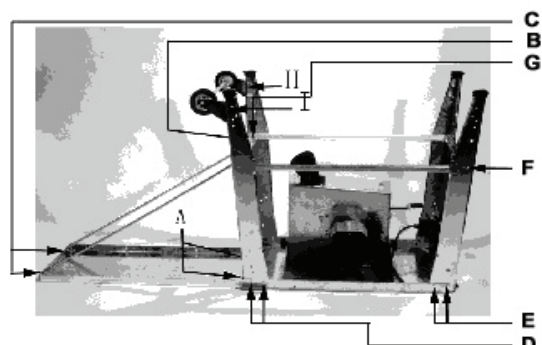

Fig. 12
- Serrez toutes les vis de A à G dans l'ordre, sauf H et I (voir fig. 12).